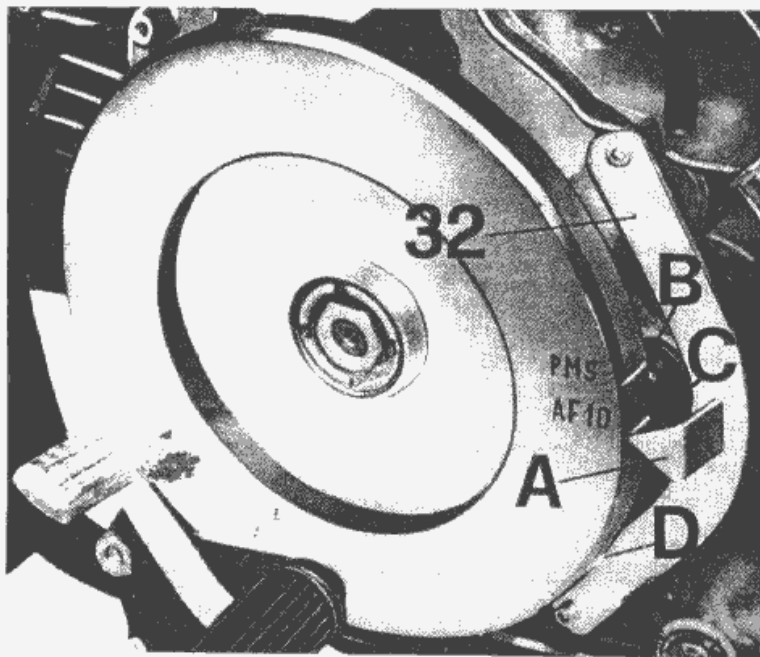
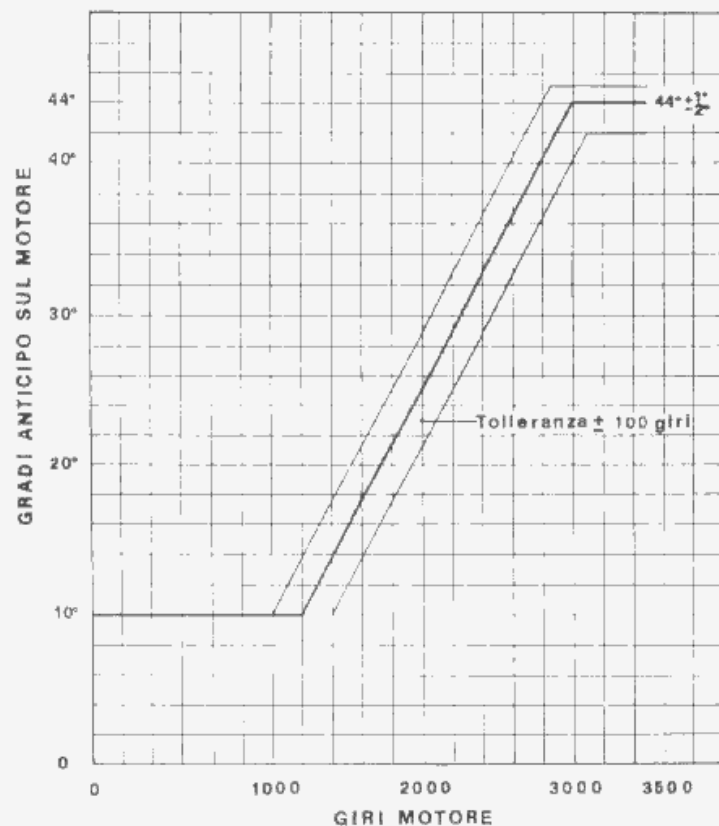

Fig. 19
Fig. 20
- Montare a mezzo viti sul coperchio interno del basamento l'attrezzo (32 di fig. 19 n° d'ordinazione 10915500).
- Assicurarsi che il pistone sia a punto morto superiore, a fine fase di compressione con valvole chiuse. Il segno sul volano « P.M.S. » deve coincidere con la freccia dell'attrezzo (A di fig. 19).
- Ruotare il volano in senso antiorario finché il segno « AF10 » sul volano stesso si trova in corrispondenza con la freccia dell'attrezzo (A di fig. 19). A questo punto i contatti del ruttore devono dare inizio all'apertura.
Per eseguire il controllo dell'anticipo accensione bisogna innanzitutto segnare il punto (D di fig. 19). Sul volano motore, questo punto si trova a 44° rispetto il « P.M.S. » già segnato sul volano stesso.
I riferimenti sul volano si possono così definire (vedere fig. 19), e diagramma (vedere fig. 20).